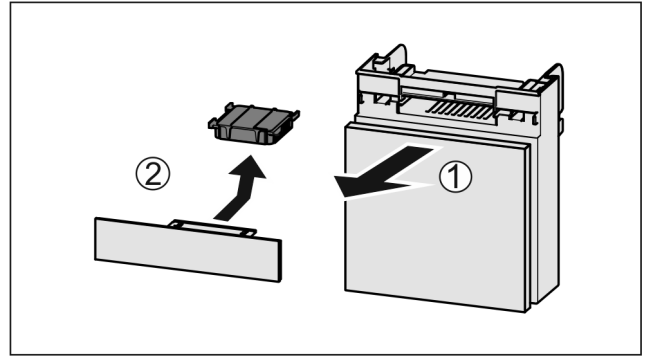

Fig. 112
- ▶ 向前拉出 Fig. 112 (1) 抽屉。
- ▶ 取出 Fig. 112 (2) 活性炭过滤器。